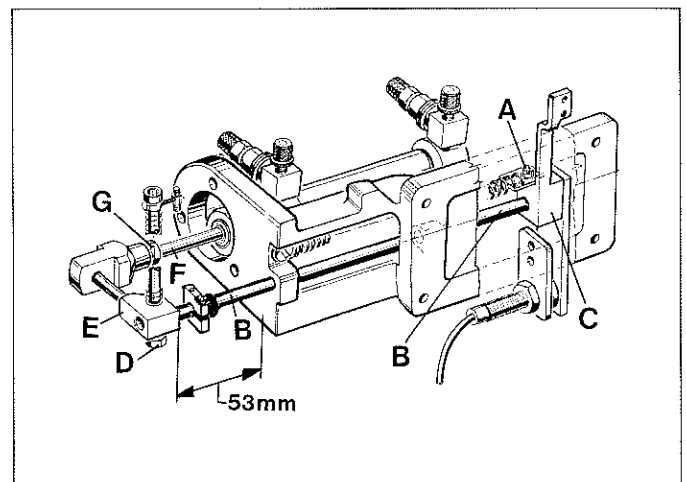

Fig.33
Loosen screw (A, Fig. 33) and set face of shaft (B) flush with the right side of lever (C). Retighten screw (A).
Loosen nut (D) and set coupling (E) 53 mm (2 3/32 in.) away from face of support bracket (see Fig. 33). Retighten nut (D).
If it is necessary to adjust piston rod (F, Fig. 33) of air cylinder to make above adjustments, loosen nut (G) and turn piston rod accordingly. Retighten nut (G).
Lösen Sie die Schraube (A, Fig. 33) und stellen Sie die Stirnseite der Welle (B) bündig mit der rechten Seite des Hebels (C). Ziehen Sie die Schraube (A) wieder an.
Lösen Sie die Mutter (D) und stellen Sie den Kreuzkopf (E) 53 mm von der Stirnseite des Lagerbocks weg (siehe Fig. 33). Ziehen Sie die Mutter (D) wieder an.
Wenn es nötig ist die Kolbenstange (F, Fig. 33) des Luftzylinders zu verstellen um obige Einstellungen vorzunehmen, lösen Sie die Mutter (G) und verdrehen Sie die Kolbenstange (F) entsprechend. Ziehen Sie die Mutter (G) wieder an.